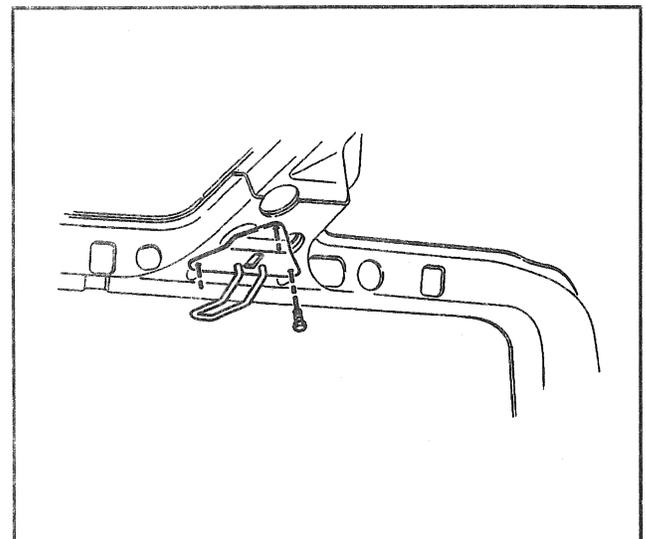

Figure 41—Upper Striker Assembly
2. Striker assembly bolts (Figure 41).
1. Striker assembly bolts (Figure 41).